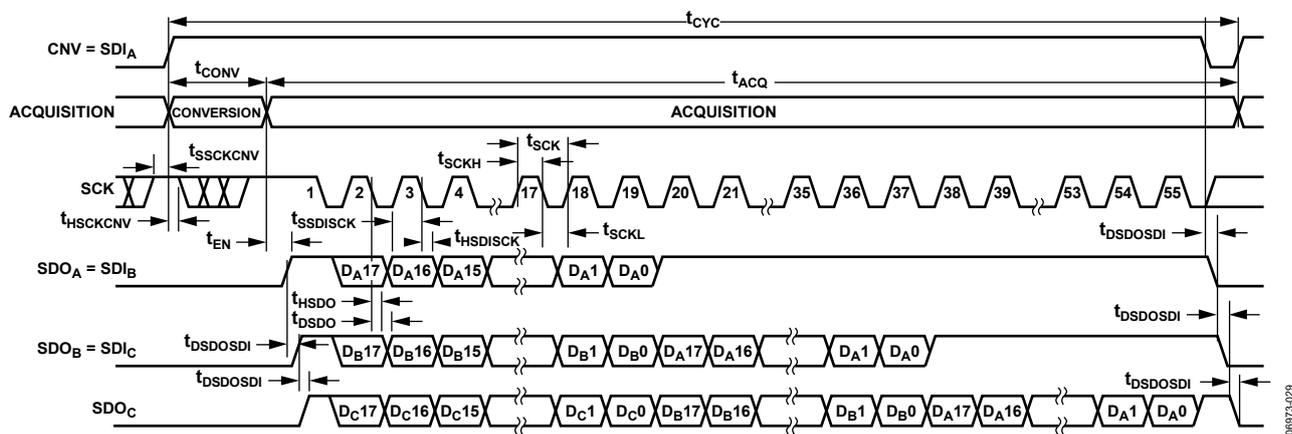

図39.チェーン・モード、ビジー表示ありのシリアル・インターフェース・タイミング
- チェーン・モードでは、CNV 立ち上がりエッジ時に SCK がハイ・レベルになった場合(図 39 参照)。